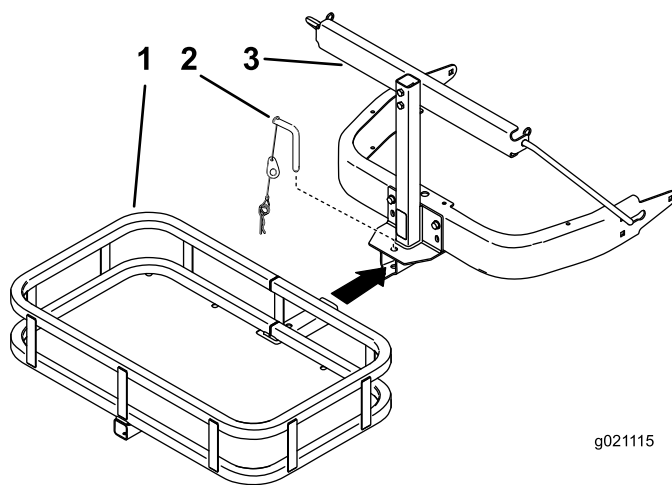

Figura 3
8. Deslize o tabuleiro para o conjunto de montagem do tabuleiro e alinhe os furos. Prenda-o com o pino e contrapino (Figura 3).